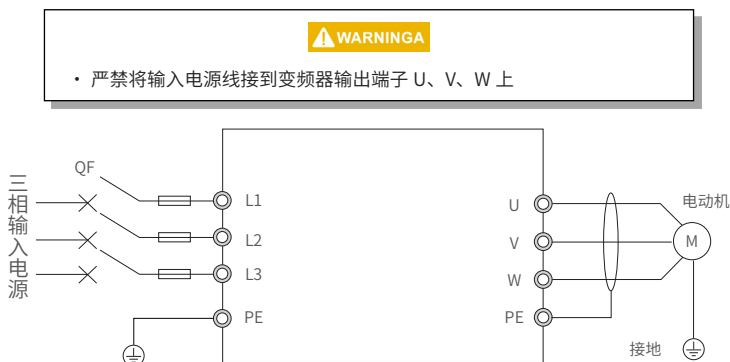

图 4-1 试运行接线图
- (1) 输入电源接入变频器之前，确认电源电压是否在变频器额定输入电压范围内；
- (2) 按图 4-1 所示接线；
- (3) 确认接线无误后合上电源开关，接通电源，变频器显示 "50.00"；
- (4) 控制方式选择 P00.00=0，V/F 控制模式；
- (5) 命令源选择 P00.01=0，键盘控制；
- (6) 频率源选择 P00.02=0，键盘数字设定，并设置预置频率 P00.08=0.00；
- (7) 按 "①" 键启动变频器，变频器输出 0 频，键盘显示 "0.00"；
- (8) 按 "▲" 键，增大设定频率，变频器输出频率从 "0.00" 开始增大，电动机转速加快；
- (9) 观察电动机运行是否正常，若有异常应立即停机，排除原因后再运行；
- (10) 按 "▼" 键，减小设定频率，电动机转速下降；
- (11) 按 "⏏" 键停止变频器，并切断输入电源。
- (1) 按图 4-1 所示接线，确认接线无误后合上电源开关；
- (2) 按以下顺序设置如下参数：